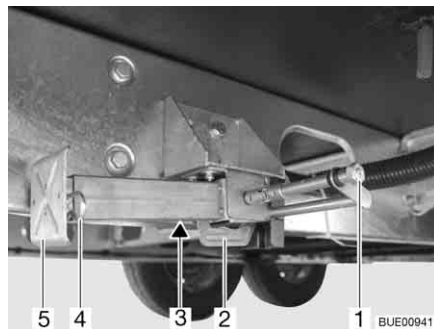

Bild 34 Stödben
- Placera hylsnyckeln på sexkanten (Bild 34,1) och vrid runt den tills stödbenet står rakt neråt.
- När längden på stödbenet kan justeras, dras sprinten (Bild 34,4) ut ur stödbenets förlängning (Bild 34,5).
- Placera hylsnyckeln på sexkanten (Bild 34,1) och vrid runt den tills stödbenet inte längre sitter mot marken.
- Skjut in stödbensförlängningen (Bild 34,5) helt och sätt in sprinten (Bild 34,4) i borrhålet på stödbensförlängningen.
- Vrid sexkanten (Bild 34,1) tills stödbenet svängs uppåt och spåret (Bild 34,2) är helt vid slutet av skåran (Bild 34,3).